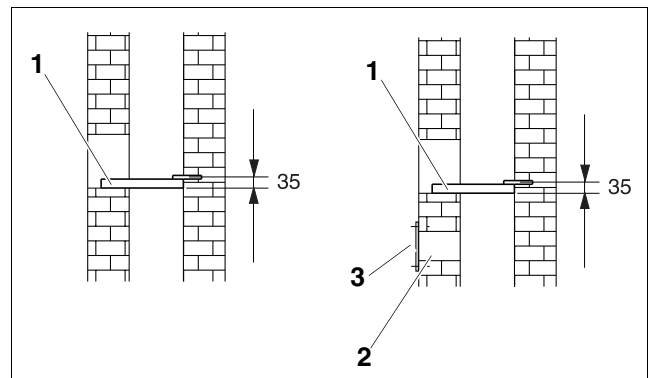

Bild 14 Auflageschiene montieren, rechts mit Hinterlüftung (Maße in mm)
- Loch Ø 10 mm bohren, das sich an der Hinterwand des Schornsteines, 35 mm oberhalb der Unterkante der Schachtdurchführung befindet (Bild 14).